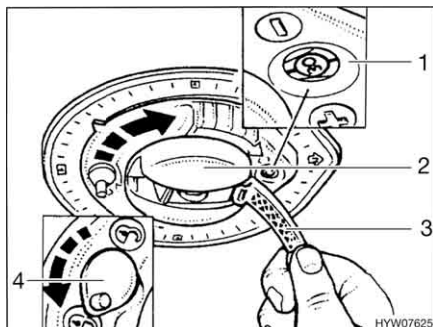

Fig. 15 Regolazione dell'angolo di inclinazione
- Ruotare eventualmente il bloccaggio (Fig. 15,4) del dispositivo di rilevamento in posizione "P".
- Ribaltare la maniglia (Fig. 15,3) della manovella (Fig. 15,2).
- Ruotare la manovella in senso orario servendosi della maniglia finché nella finestra di controllo (Fig. 15,1) è visibile il grado di inclinazione rilevato.
- Ruotare la manovella in senso antiorario servendosi della maniglia finché nella finestra di controllo (Fig. 15,1) non è visibile una casa nera "H". Quando l'antenna è completamente abbassata si incontra resistenza.